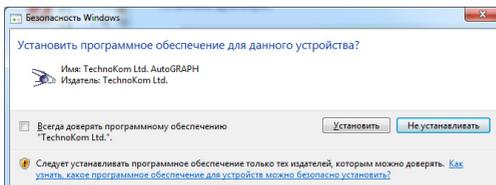

Рис.4.Предупреждение системы.
6. Система начнет установку драйвера. В ответ на предупреждение системы нажмите кнопку «Установить» (Рис.4).